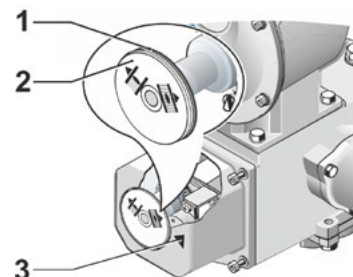

Fig. 2: Indstil stillingsmarkøren
3. Drej den hvide skive med LUK-symbolet (fig. 2, pos. 1), indtil symbolet og pilemarkøren (3) ligger over hinanden i signalgeardækslets gennemsigtige skive.
5. Hold den hvide skive (1) fast, og drej den gennemsigtige skive (2), indtil ÅBN-symbolet for ÅBN og pilemarkøren (3) ligger over hinanden.